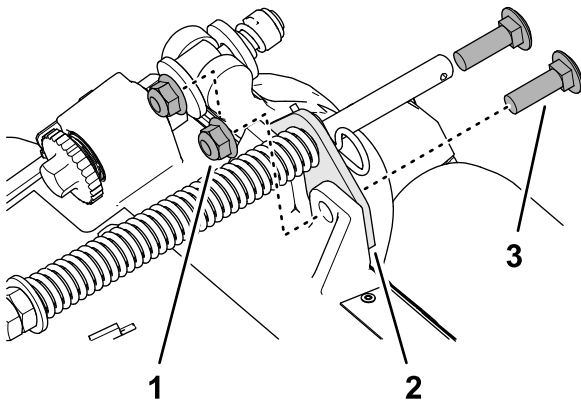

Figura 14
2. Remova as duas porcas de fixação flangeadas (3/8 pol.) e dois parafusos de carroçaria (3/8 x 1-1/4 pol.) que fixam o suporte-compensador da relva à estrutura da unidade de corte (Figura 14).